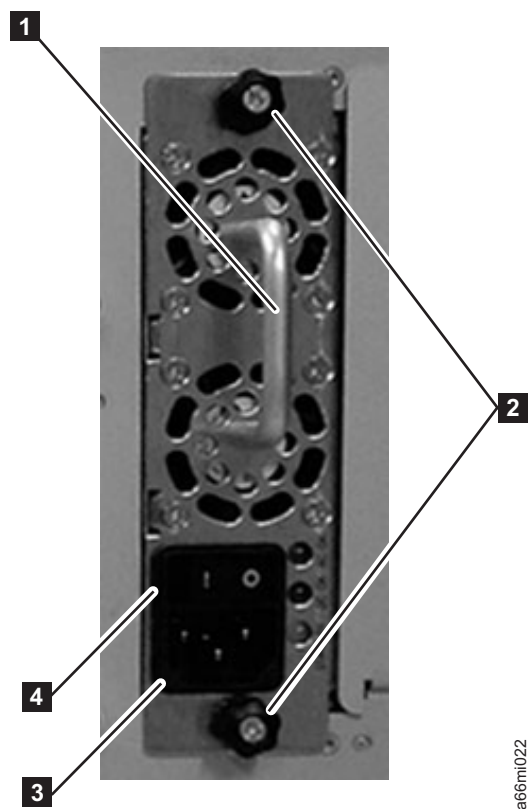

図 3-8. 電源機構
1. 電源機構の 2 本つまみねじ (図 3-8 の **2**) を反時計方向に回して緩めます。
2. 電源機構を取り外すには、ハンドル (図 3-8 の **1**) をつかみ、下から支えながらゆっくり手前に引きます。